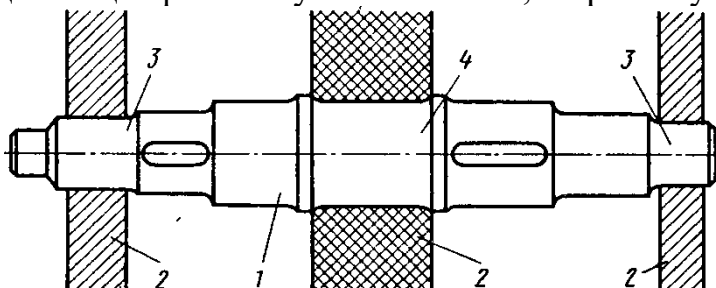
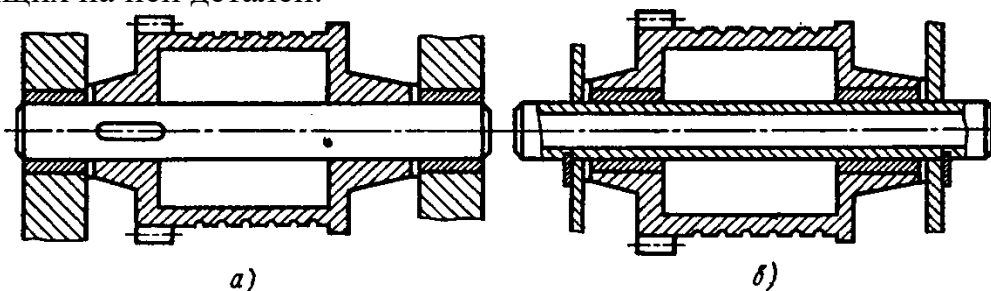

Рис. 8.1
Рис. 8.2
Вал 1 (рис. 8.1) имеет две или большее число опор, называемых подшипниками 2. Часть вала, охватываемую опорой, называют цапфой. Концевые цапфы именуют шипами 3, а промежуточные — шейками 4.
**Покажите на рис. 8.2 неподвижную и подвижную оси. Испытывает ли ось деформацию кручения?**
По геометрической форме валы делят на: прямые (см. рис. 8.1); кривошипные (рис. 8.3, а); коленчатые (рис. 8.3, б); гибкие (рис. 8.3, в); телескопические (рис. 8.3, г); карданные (рис. 8.3, д). Кривошипные и коленчатые валы используют для преобразования возвратно-поступательного движения во вращательное (поршневые двигатели) или наоборот (компрессоры); гибкие — для передачи вращающего момента между узлами машин, меняющими свое положение в работе (строительные механизмы, зубошестеренные машины и т. п.); телескопические — при необходимости осевого перемещения одного вала относительно другого. Карданное сочленение — это шарнирный механизм, позволяющий передавать вращение между соединяемыми им валами. Оси валов могут при этом пересекаться под переменным углом. Такие валы (оси) широко используют в автомобилестроении, станкостроении и т. д.
По конструктивным признакам: гладкие валы и оси (см. рис. 8.2); ступенчатые валы и оси (см. рис. 8.1); валы-шестерни, в); валы-червяки.
По типу сечения валы и оси бывают: сплошные (см. рис. 8.2, а); полые (см. рис. 8.2, б); комбинированные (рис. 8.3, г).